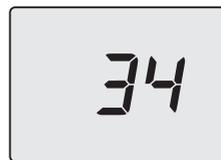

Figura 7.11
- Premere il tasto 14 (Figura 7.8) fino a far apparire sul display LCD le lettere **StF** (Start Full) che si alterna con **34** (valore della calibrazione) (Figura 7.11).